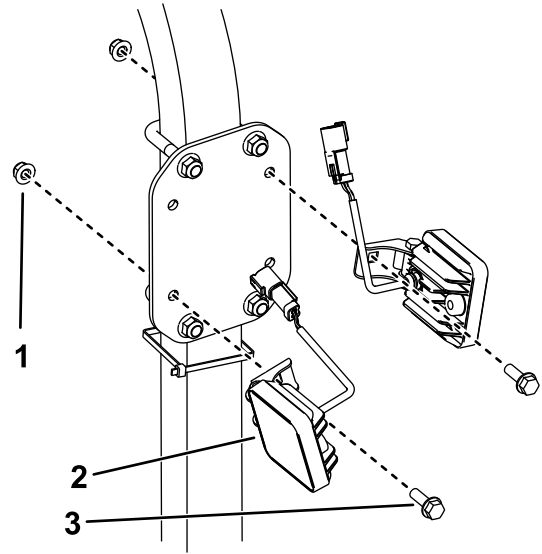

Figure 2
2. Montez 2 feux de travail sur chacun des supports à l'aide de 2 boulons à embase (5/16" x 1") et 2 écrous à embase (5/16"), comme montré à la Figure 2.